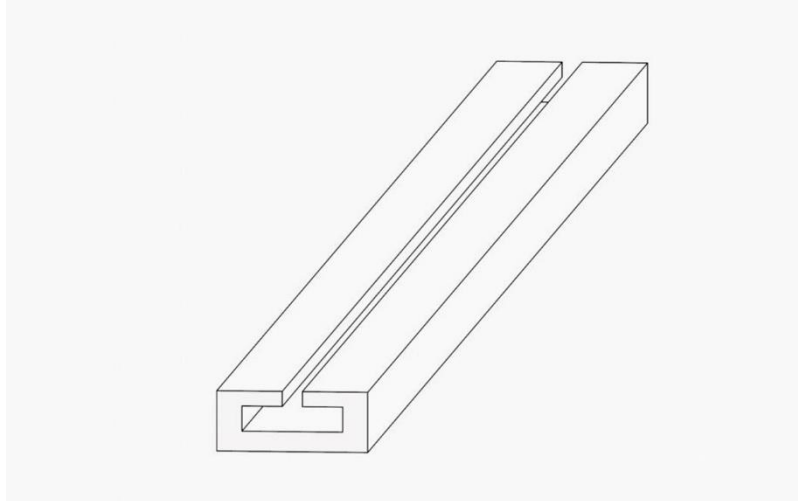

Fig. 1
- fig. 1 przedstawia w widoku perspektywnym listwę sufitową w formie otwartego prostopadłościanu;